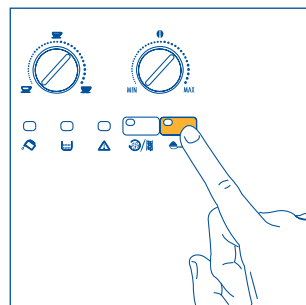

Fig. 18
1. Tryk på tasten ☞ for at vælge funktionen med malet kaffe (fig. 18). Kontrollampen, der findes i tasten, tændes for at vise at funktionen er indstillet og at kaffekværnen ikke bruges.